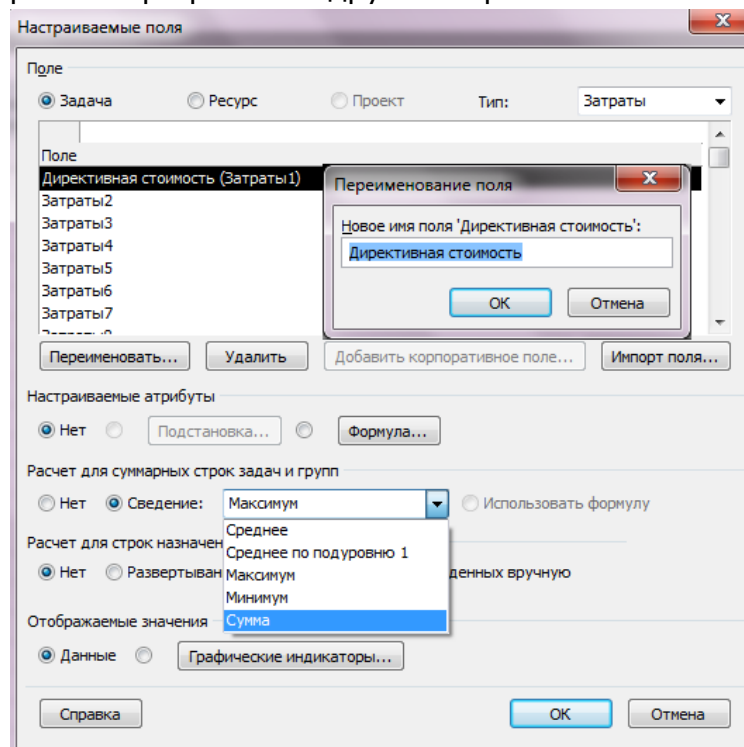

Рисунок 5.8 Переименование поля
2. Или щелкнуть правой кнопкой мыши на названии колонки, выбрать в меню «Настраиваемые поля», выделить нужное вам поле, нажать «Переименовать» и ввести новое имя для поля, Рисунок 5.8. Данный вариант предпочтительней, если вы будете использовать настройка данного проекта при работе с другими проектами.